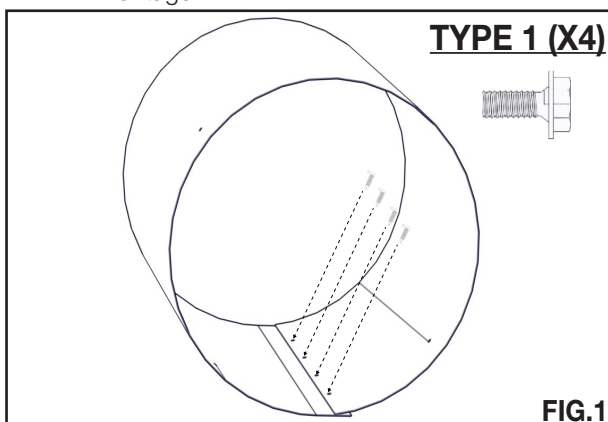

FIG.1
- D. Forme le bouclier de l'évent jusqu'à ce que les quatre trous se chevauchent puis sécurisez-le. **(FIG. 1)**